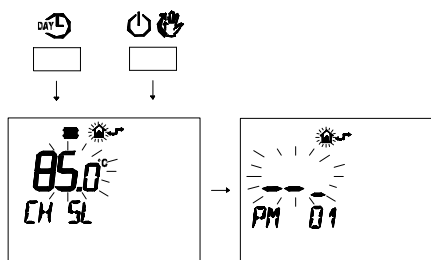

Figura 5.20
- Premere contemporaneamente i pulsanti e per entrare nella programmazione trasparente (Figura 5.20).